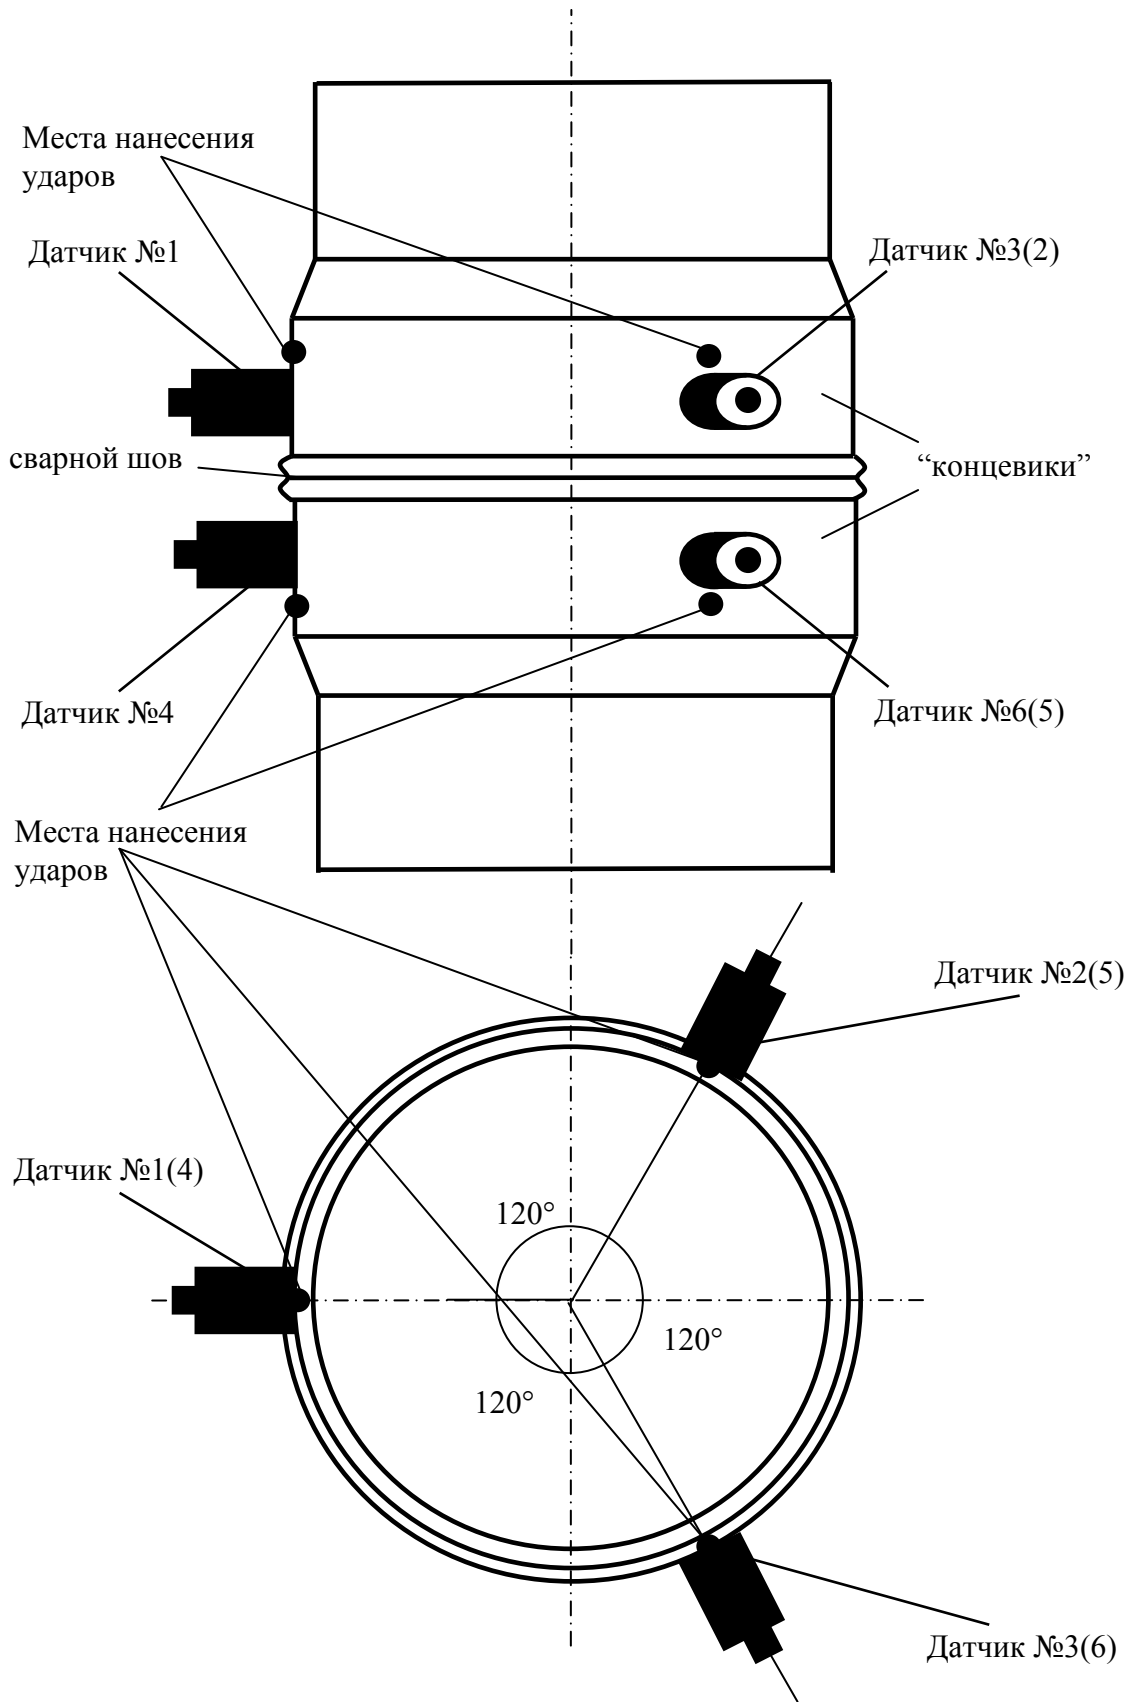

Рис. 1. Схема расположения датчиков.
На «концевики» труб при помощи ремней устанавливаются вибродатчики см. рис. 1, соединенные кабельными линиями с прибором.
**Первый шаг:** условно разбиваем натуральный объект на элементы и проводим их нумерацию. Элементы нумеруются в соответствии с рис. 1.